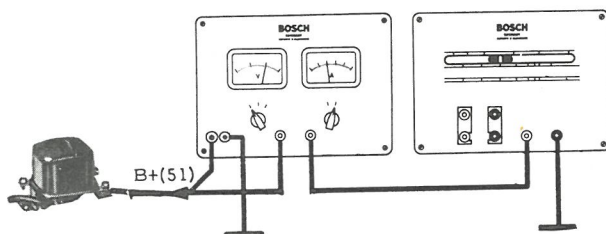

Bild 6
1. Lichtmaschinenkabel " B + " ( bis jetzt isoliert) mit Minuskabel von A. M. verbinden. Pluskabel des A. M. an die Klemme " B + " am Regler anschließen (Bild 6).